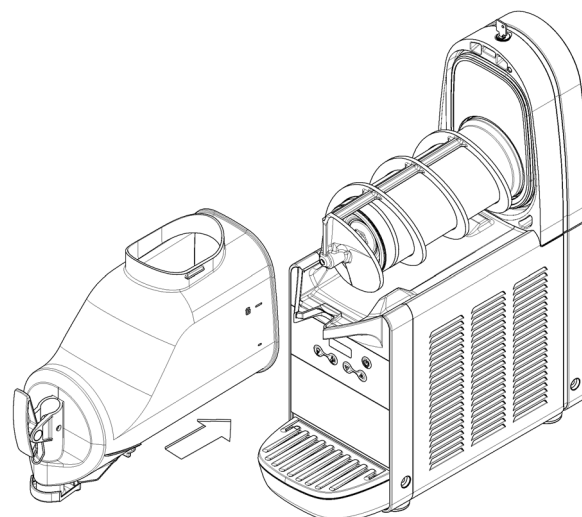

figura 12
- 6 Montar de nuevo el recipiente empujándolo hacia la pared posterior, asegurándose que encaje correctamente sobre la guarnición. La palanca de bloqueo descenderá hasta apoyarse sobre la plataforma de goteo (ver figura 12).